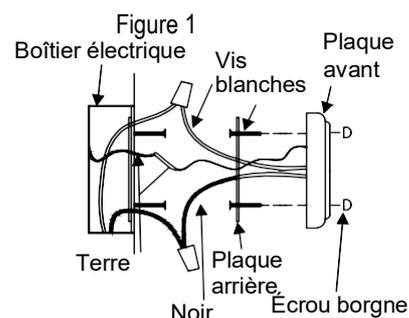

Figure 2
Étape 5 : Consultez la figure 2. Installez la pièce en verre sur les douilles et utilisez les anneaux fournis avec le luminaire pour la fixer en place.